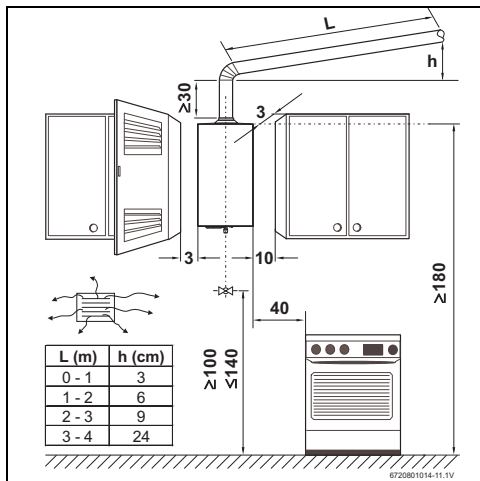

Fig. 12 Distanze minime
- Rispettare le distanze minime riportate nella fig. 12.